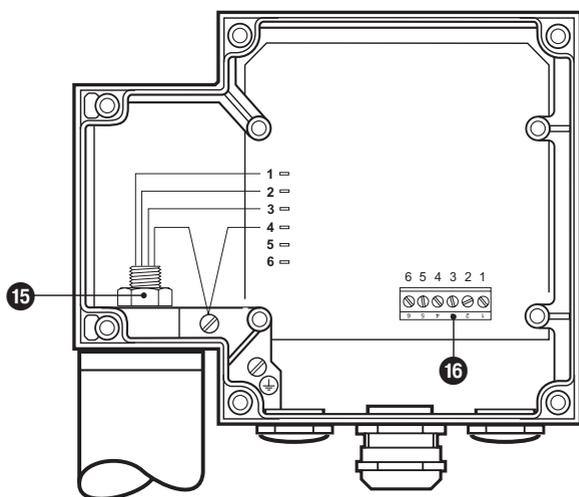

Fig. 15
2. Desserrer l'écrou **15** avec une clé plate de 19. Ne pas dévisser ! **Fig. 15**